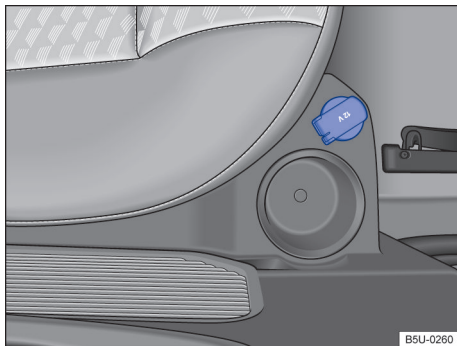

Fig. 138 Na lateral do banco traseiro: tomada 12 V - Nova Saveiro cabine dupla.
- No porta-objetos no lado direito do banco traseiro → Fig. 138.